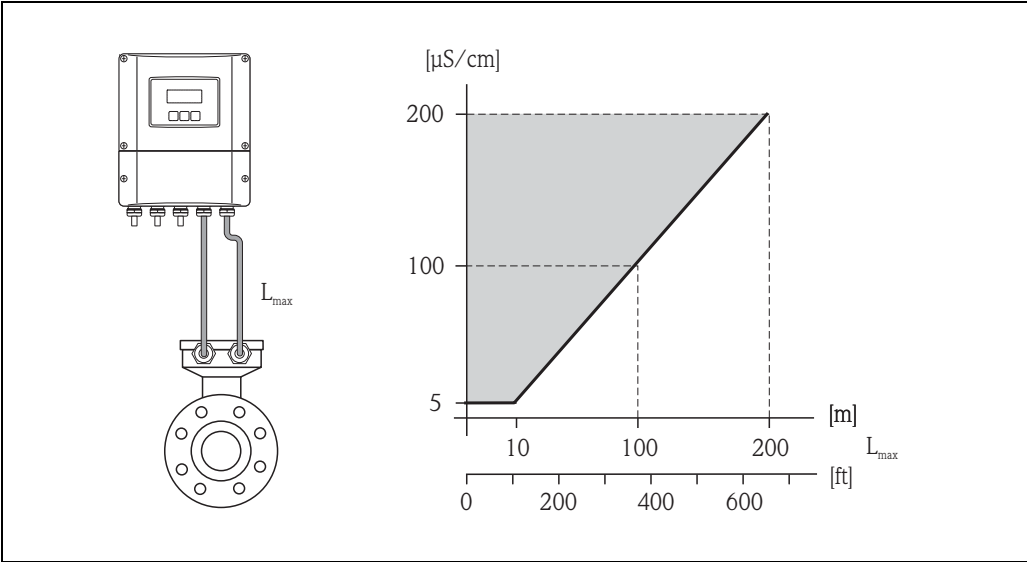

图 16: 分体式仪表的连接电缆允许长度示意图，与流体的电导率相关
如需要，可以通过缩小传感器的标称口径提高介质流速 (→ 图 16)。
- 允许电缆长度 L_{\max} 取决于流体的电导率 (→ 图 16)。